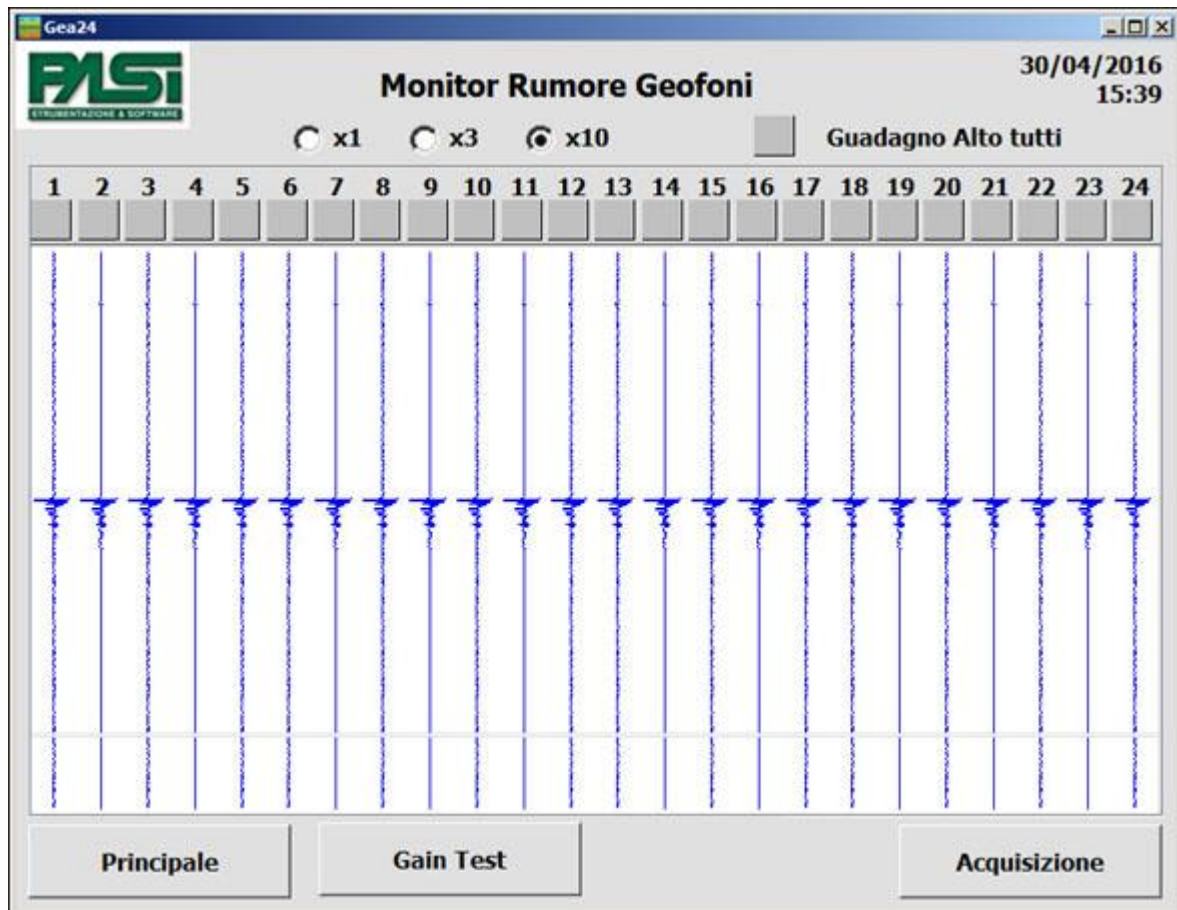

FIGURA 11 - FINESTRA DI MONITORAGGIO DEL RUMORE
Dopo aver selezionato la configurazione da utilizzare, clickando sul tasto (1) “Nuova Acquisizione” della homepage si entra nella modalità di acquisizione delle tracce sismiche. La finestra di monitoraggio del rumore dei geofoni permette all'operatore di visualizzare in tempo reale il rumore rilevato dai geofoni stessi. Ciò permetterà all'operatore di verificare il corretto funzionamento dell'hardware dei geofoni e il corretto posizionamento in campo. In figura 11 è riportata la finestra di monitoraggio del rumore.